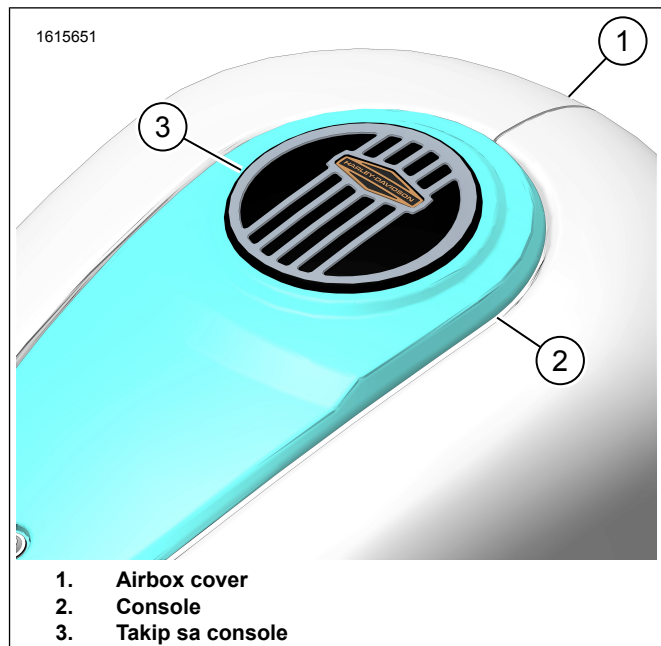

Figure 2. Nakakabit ang Console Trim
2. Figure 2 Subukan kung kakasya ang takip ng console (3).
3. Linisin ang console (2) gamit ang isopropyl alcohol. Patuyuin gamit ang telang walang himulmol.
1. Figure 2 Alisin ang adhesive backing sa takip ng console (3).
2. Ikabit ang takip ng console (3) gamit ang mga markang ginawa kanina bilang gabay.